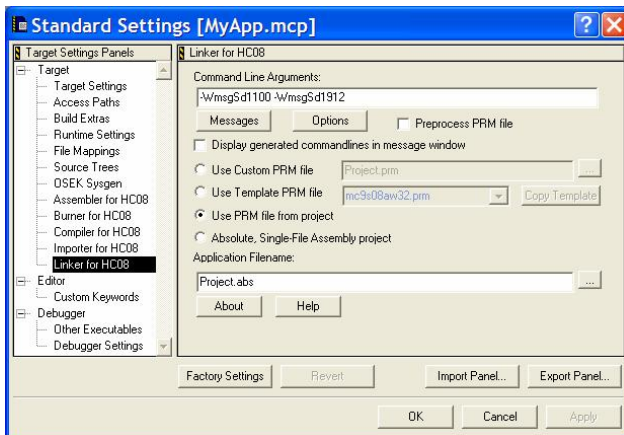

图 2-5
3. 连接器选项设定 (Linker for HC08)，对话框内容见图 2-5，值得一提的是其中对 prm 文件的选择。通过项目模板建立的项目其中必含有本项目专用的一个 prm 文件。缺省设置是利用此 prm 文件进行内存分配和连接定位。但你也可以通过此对话框选择使用其他 prm 文件。当你的项目用的是纯汇编单一文件且为绝对定位的编程模式，则不能选择任何 prm 文件，必须设定成“Absolute, Single File Assembly Project”。